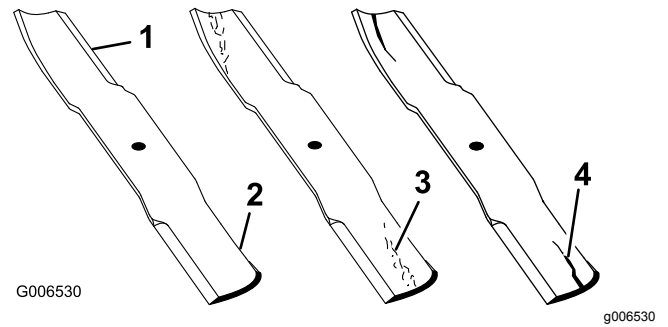

Figura 72
1. Inspeccione as extremidades de corte (Figura 72).
4. Se verificar quaisquer fissuras, desgaste, ou a formação de ranhuras nesta área instale imediatamente uma lâmina nova (Figura 72).